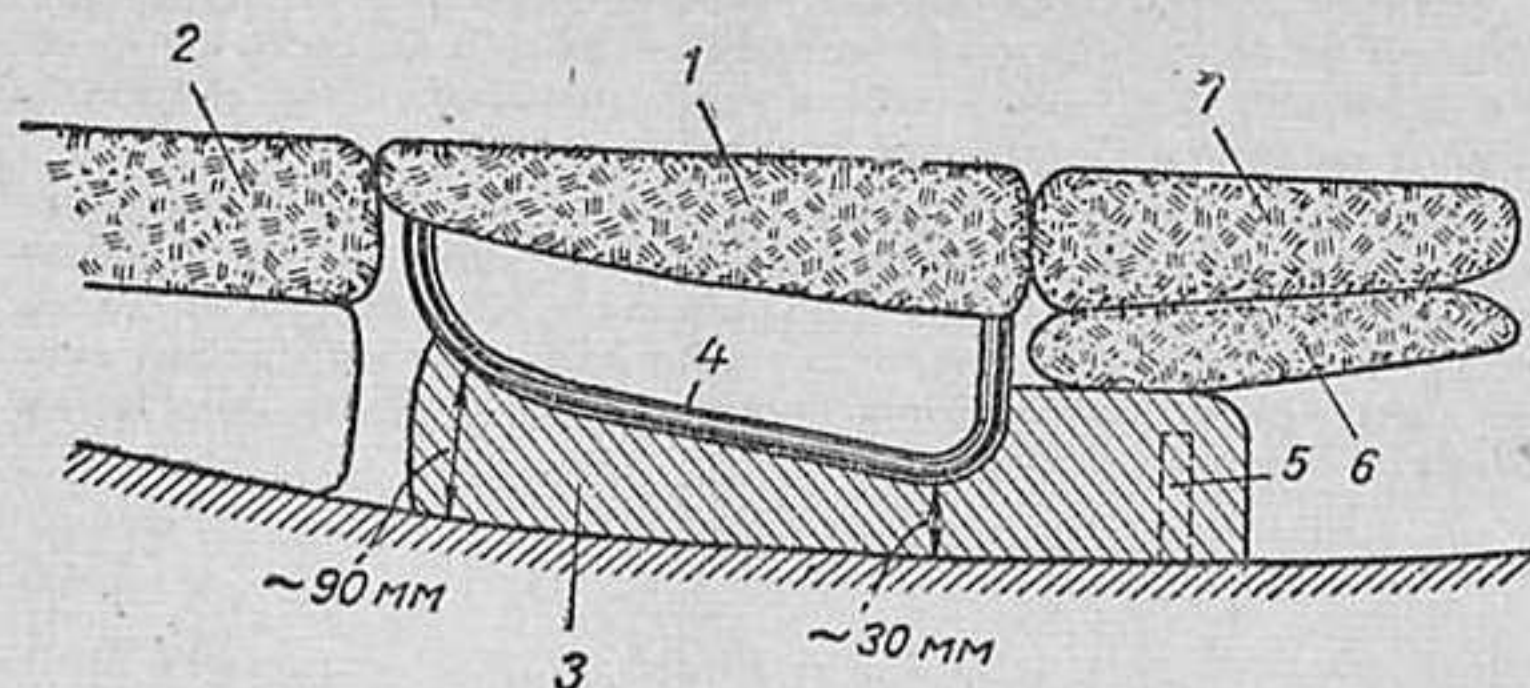

Рис. 4
3. В некоторых случаях применяют перемещение переднего сидения назад, без его разворачивания (рис. 4). Спинки сидения в этом случае должны быть сняты. Переднее сидение 1 придвигают вплотную к заднему 2. Для выравнивания поверхности применяют деревянные колодки 3, помещаемые с обеих сторон под основание 4 сидения. Примерные размеры такой колодки показаны на рис. 4. В переднем конце каждой колодки должно быть просверлено отверстие, которым колодка надевается на выступающий из пола установочный болт 5 крепления основания сидения к кузову. Спинки 6 передних сидений кладут вперед, как показано на рисунке, а на них сверху помещают также снятую со своего места спинку 7 заднего сидения. Получается ровная и довольно длинная постель.